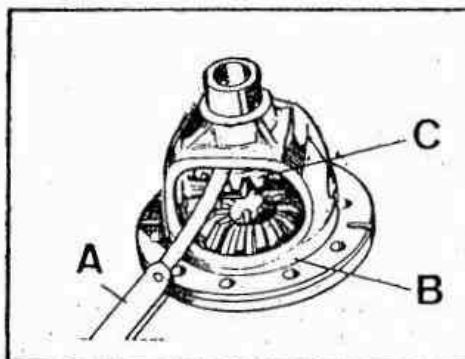

Fig. E -49 Ajuste holgura planetarios
6.03. Verificar la holgura entre satélites y planetarios para lo cual se introducirá una galga entre uno de los planetarios y su asiento en la caja de satélites (Fig. E -49). Dicha holgura no deberá ser nunca superior a 0,5 mm (0,020") y los piñones deberán girar libremente. En caso necesario seleccionar las piezas nuevas hasta conseguir un reglaje adecuado.